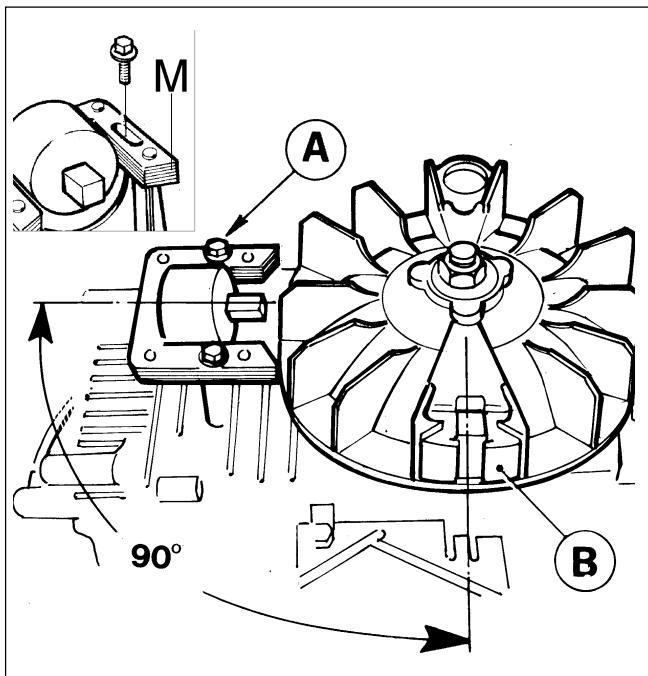

Fig. 16
Sur les moteurs BV, c'est un système d'allumage avec bobine externe qui est monté. Sur ce type de système d'allumage, l'ensemble bobine est placé sur deux montants situés sur le cylindre (Fig. 16).
- Positionner le volant avec les masses (B) disposées comme indiqué Fig. 16.